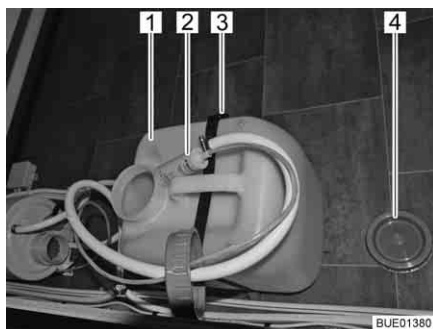

Bild 161 Vattentank 16 l
Vid transport av vattentanken: stäng den med locket (Bild 161,4).
- Drag ut vattenpumpen (Bild 161,2) ur vattentanken (Bild 161,1).
- Lossa fästremmen (Bild 161,3).